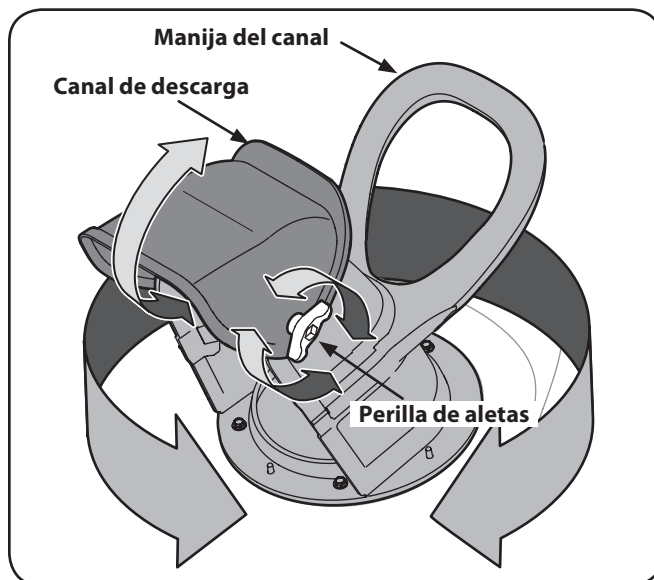

Figura 5-1
1. Haga rotar el canal de descarga hacia la izquierda o derecha usando la manija del canal. Vea la Figura 5-1.
2. Para ajustar la inclinación, afloje la perilla de aletas sobre el lado del canal de descarga y gire el canal de descarga hacia arriba o hacia abajo. Vuelva a ajustar la perilla después de alcanzar la posición deseada. Vea la Figura 5-1.